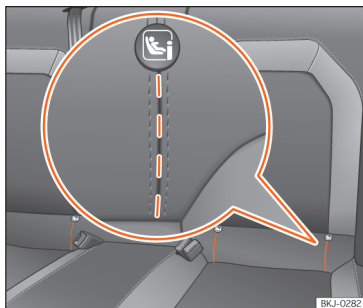

Abb. 26 Rücksitz: eingeprägte Schlitze für Zugriff auf die ISOFIX/i-Size-Halteösen.
bestimmten Fahrzeugen sind die Halteösen am Sitzgerüst, bei anderen am Ladeboden befestigt. Die „ISOFIX“-Halteösen befinden sich zwischen der Rückenlehne und der Rücksitzbank » **Abb. 26**. Die Top Tether*-Halteösen befinden sich im hinteren Bereich
- Öffnen Sie vorab per Hand den eingepprägten Bereich hinter den markierten Schlitzen, um an die Halteösen zu gelangen »» Abb. 26.